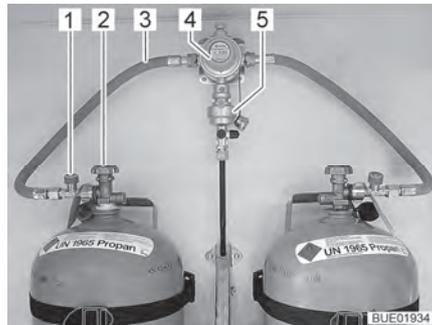
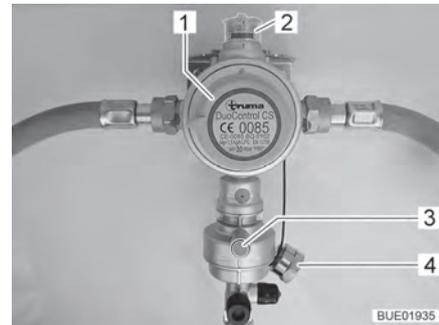

Bild 48 Gasflaschen mit DuoControl
Bild 49 DuoControl-Regelanlage
Die DuoControl-Regelanlage besteht aus einem Umschaltventil (Bild 48,4) und dem Crashsensor (Bild 48,5). Die DuoControl-Regelanlage ist zwischen den Gasschläuchen (Bild 48,3) mit Schlauchbruchsicherung (Bild 48,1) montiert. Mit dem Drehknopf (Bild 49,1) am Umschaltventil kann bestimmt werden, welche der Gasflaschen als Betriebsflasche und welche als Reserveflasche verwendet wird.
Am Sichtfenster (Bild 49,2) wird der Status der Gasversorgung angezeigt:
Der Betrieb mit nur einer Gasflasche ist zulässig, allerdings muss der offene Anschluss in diesem Fall mit dem Blinddeckel (Bild 49,4) verschlossen werden.
Der Crashsensor sperrt die Gaszufuhr bei erheblicher Erschütterung (z. B. Unfall) ab. Der Crashsensor wird durch Drücken des grünen Resetknopfs (Bild 49,3) in Betrieb genommen.
Die Schlauchbruchsicherung (Bild 48,1) sperrt den Gasfluss, wenn der angeschlossene Schlauch bricht. Die Schlauchbruchsicherung muss durch Drücken der grünen Taste aktiviert werden.
Bedieneinheit An der Bedieneinheit (Bild 50) wird die Gaszufuhr über die DuoControl-Regelanlage ein- und ausgeschaltet. Die Haupt-Absperrventile (Bild 48,2) der Gasflaschen und die Gasabsperrentile der Geräte müssen von Hand geöffnet werden.
- Mit dem Drehknopf (Bild 49,1) am Umschaltventil die Gasflaschewählen, der vorrangig das Gas entnommen werden soll (Betriebsflasche). Den Drehknopf immer bis zum Anschlag drehen.
- Haupt-Absperrventile (Bild 48,2) an den Gasflaschen öffnen.
- Grüne Taste der Schlauchbruchsicherung (Bild 48,1) drücken. Am Sichtfenster (Bild 49,2) wird die grüne Markierung angezeigt.
- Haupt-Absperrventile (Bild 48,2) an den Gasflaschen schließen.
Wenn die grüne Kontroll-Leuchte (Bild 50,6) während des Betriebs erlischt und die rote Kontroll-Leuchte (Bild 50,5) aufleuchtet, ist die Betriebsflasche leer und muss gewechselt werden. Am Sichtfenster (Bild 49,2) wird die rote Markierung angezeigt. Die Reserveflasche versorgt die Gasverbraucher weiterhin mit Gas.
- Drehknopf (Bild 49,1) eine halbe Drehung in Richtung der aktuell verwendeten Gasflasche drehen. Damit ist diese Gasflasche jetzt die Betriebsflasche, die leere Gasflasche wird zur Reserveflasche. Die Markierung im Sichtfenster (Bild 49,2) wechselt von rot auf grün.
- Haupt-Absperrventil (Bild 48,2) an der leeren Gasflasche schließen. Pfeilrichtung beachten.
- Grüne Taste der Schlauchbruchsicherung (Bild 48,1) drücken.